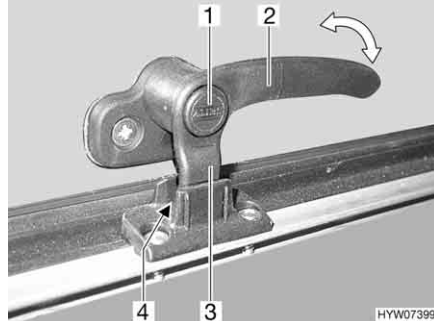

Fig. 49 Leva di serraggio in posizione "Aerazione continua"
- In posizione di "Aerazione continua" (Fig. 49)
- Premere il bottone di sicurezza (Fig. 49,1) e mantenerlo premuto.
- Ruotare la leva di serraggio (Fig. 49,3) di un quarto di giro verso il centro della finestra.
- Girare nuovamente all'indietro la leva di serraggio. Riportare contemporaneamente il nasello di chiusura (Fig. 49,3) della leva di serraggio nella rientranza della chiusura della finestra (Fig. 49,4).
- Rilasciare il bottone di sicurezza (Fig. 49,1).